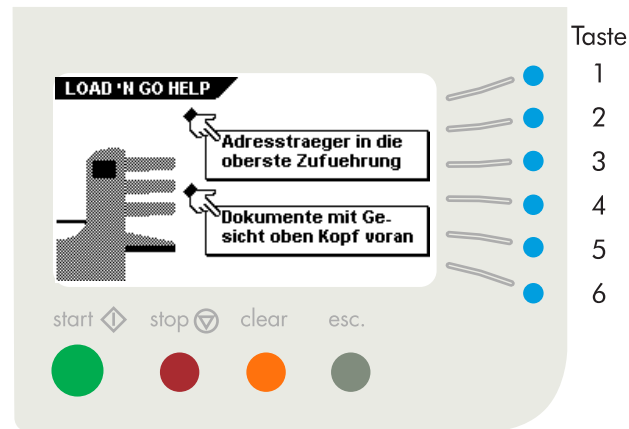

Abb. 27
- Load 'N Go™ Hilfe (Taste 1). Der Bildschirm ist in Abb. 27 wiedergegeben und gibt Anregung für die Benutzung von Load 'N Go™.